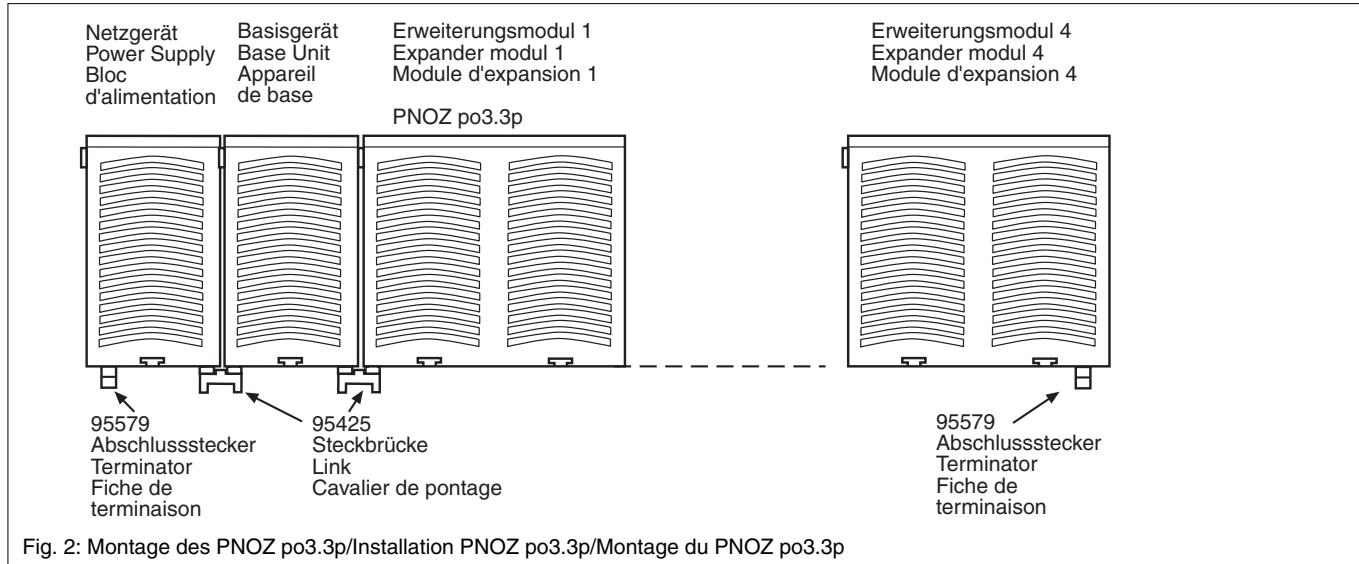

Fig. 2: Montage des PNOZ po3.3p/Installation PNOZ po3.3p/Montage du PNOZ po3.3p
**Beachten Sie: Auf das erste und letzte Gerät muss ein Abschlussstecker gesteckt werden (siehe Fig. 2)!**
**Please note: Be sure to plug a terminator in to the first and last units (see Fig. 2)!**
**Important : le premier et le dernier appareil doivent être pourvus d'une fiche de terminaison (voir fig. 2) !**